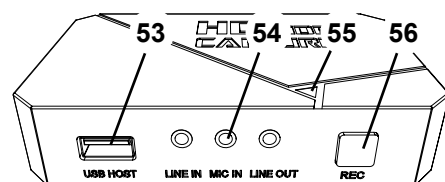

Fig. 35
⇒ Appuyer sur la touche REC (56, Fig. 35) de l'enregistreur vidéo HDMI.
- ◆ La LED de signalisation rouge (55, Fig. 35) est allumée.
⇒ Brancher le câble du microphone du casque-micro (fiche rose) sur le connecteur MIC IN (54, Fig. 35) (marquage rose).